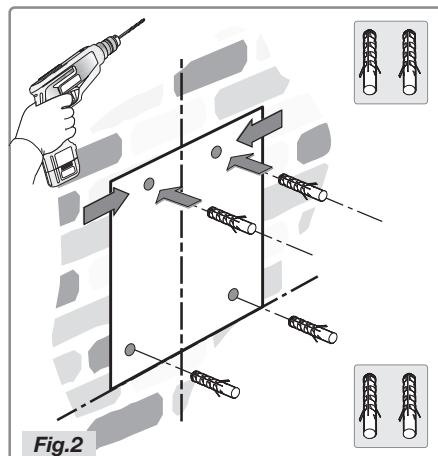

Fig.2
- Placez le gabarit sur le mur en l'alignant sur la marque tracée précédemment. Dessinez la position des trous et percez-les (Fig.2).